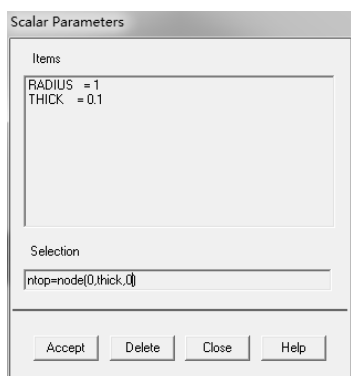

图 9-56 “Scalar Parameters”对话框
1) 选择 “Utility Menu>Parameters>Scalar Parameters” 命令，弹出 “Scalar Parameters” 对话框，在 “Selection” 文本框中输入 “ntop=node (0, thick, 0)”，单击 “Accept” 按钮接受，如图 9-56 所示。